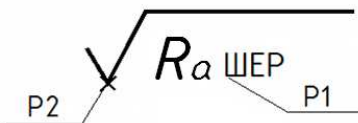

Рис. 67. Указание точки вставки блока
- точку вставки на экране с привязкой ПЕРесечение (P_2) (рис. 67);